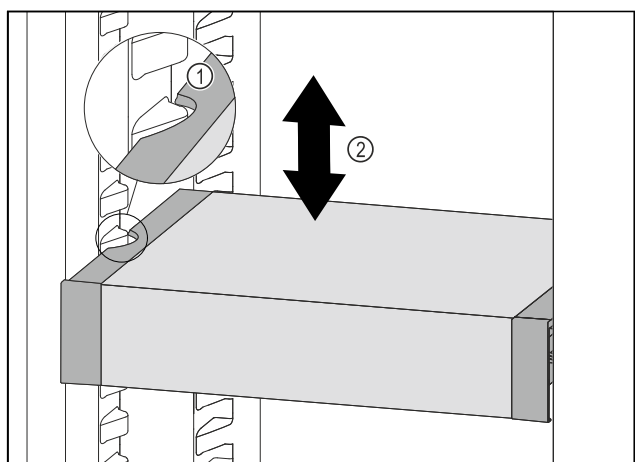

Fig. 100
- ▶ 向前移动 VarioSafe，直到 VarioSafe 两侧的凹槽与冷藏区中的容器肋梁持平。 Fig. 100 (1)
- ▶ 在冷藏区中向上或向下移动 VarioSafe，直至所需高度。 Fig. 100 (2)